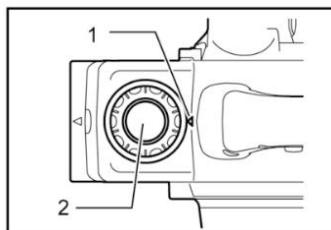

РИС.1
2. Рубанок поставить на ровную поверхность. Ручку регулировки вращать налево до тех пор, пока подошва рубанка не будет полностью прилегать к поверхности. Маркировка “O” регулировочной ручки при этом должна совпадать с указателем 1 на корпусе инструмента. Желаемая глубина резки устанавливается путем вращения ручки 2 по часовой стрелке в направление стрелки до максимального допустимого значения равного; (для EDR600 – 1.5 мм, для EDR800 – 2.0 мм EDR1100 - 3.0 мм). (Рисунок 1) Деления на ручке служат ориентировочными значениями.